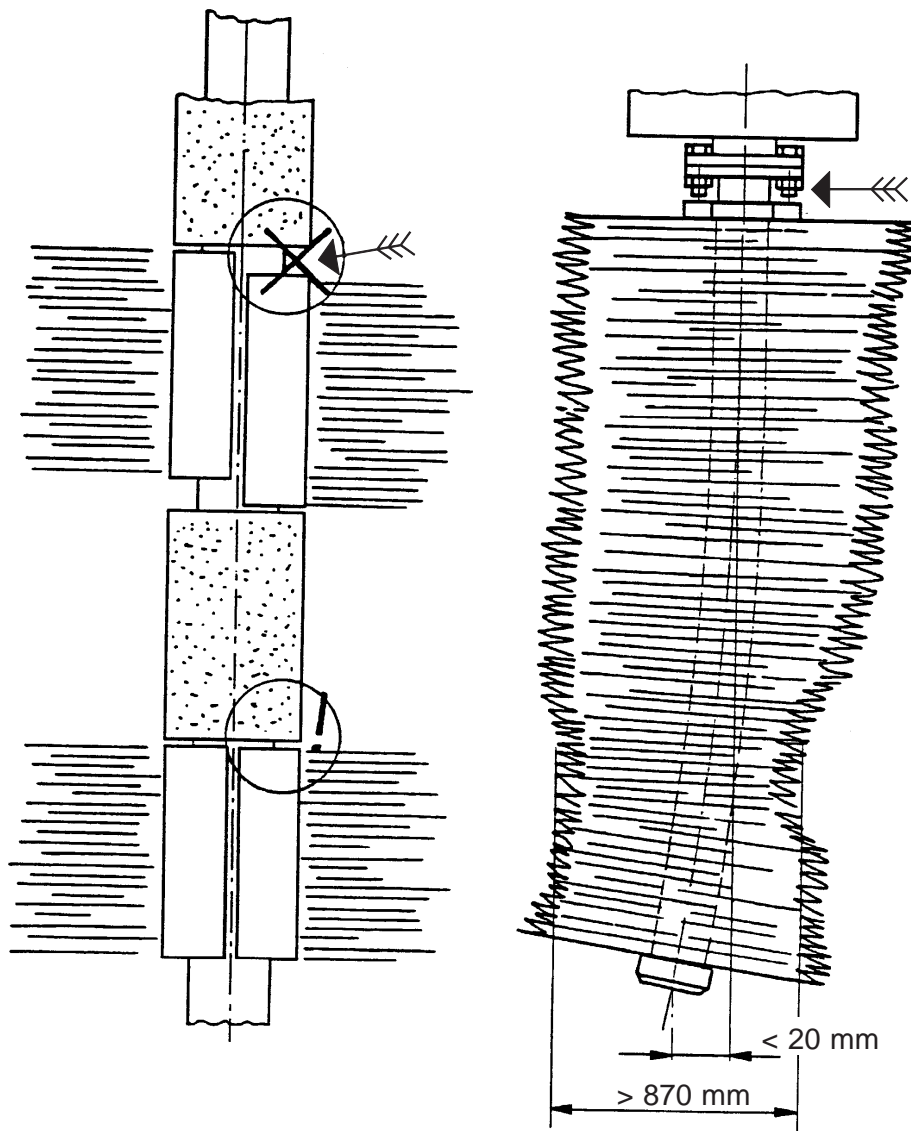

Bild H.3: Seitenbürste
- 1 Seitenbürste: Details s. Bild H.3 und H.4